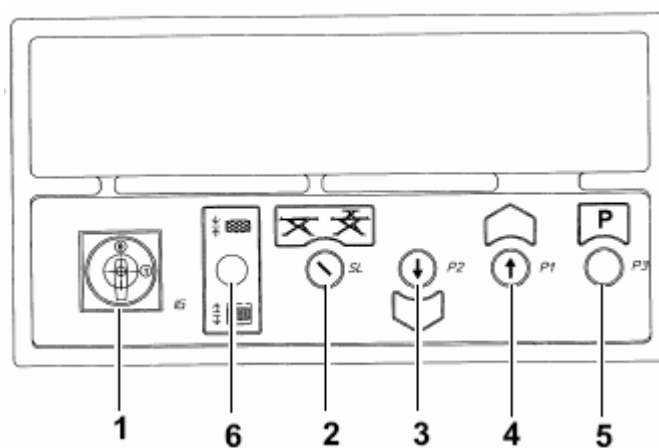

Рис. 38
Up («Вверх») – (см. Рис. 38) Поверните главный выключатель (1) в положение 1.